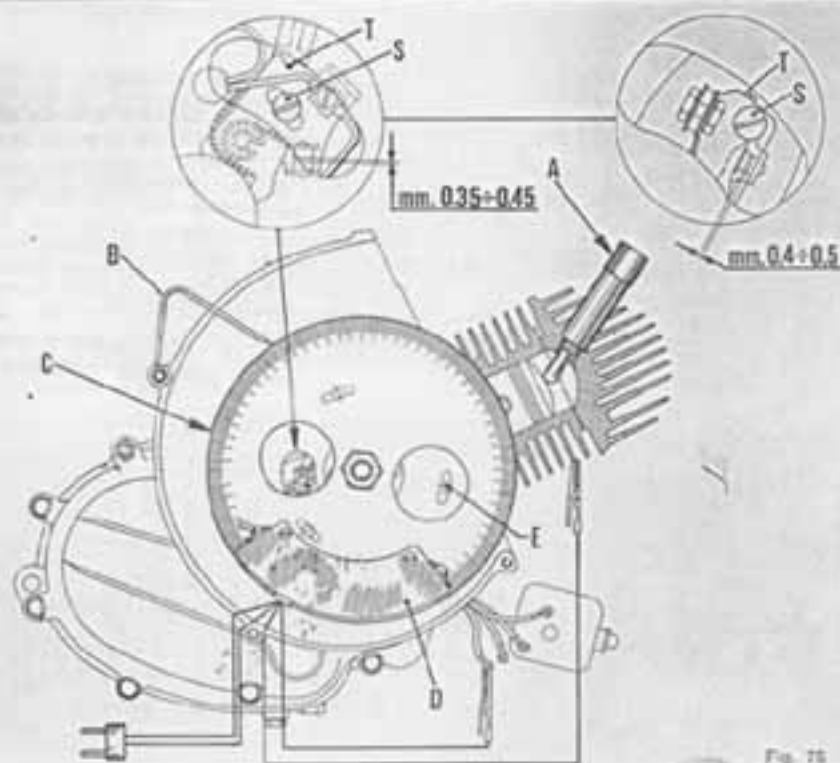

Fig. 75
Descrizione delle operazioni per la fasatura valide per i veicoli 50 R - 50 Special e 125 Primavera (fig. 75).
1) - Allentare le viti • E • (fig. 75) di fissaggio statore al carter.